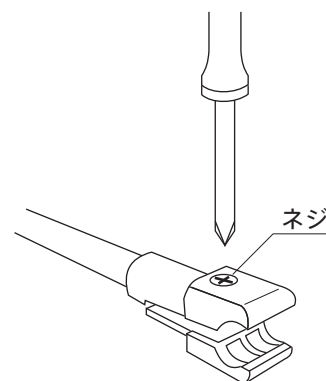

図2
- ・ギャラリーレールにクロスギャラリーを取付けます。(図2、図3)